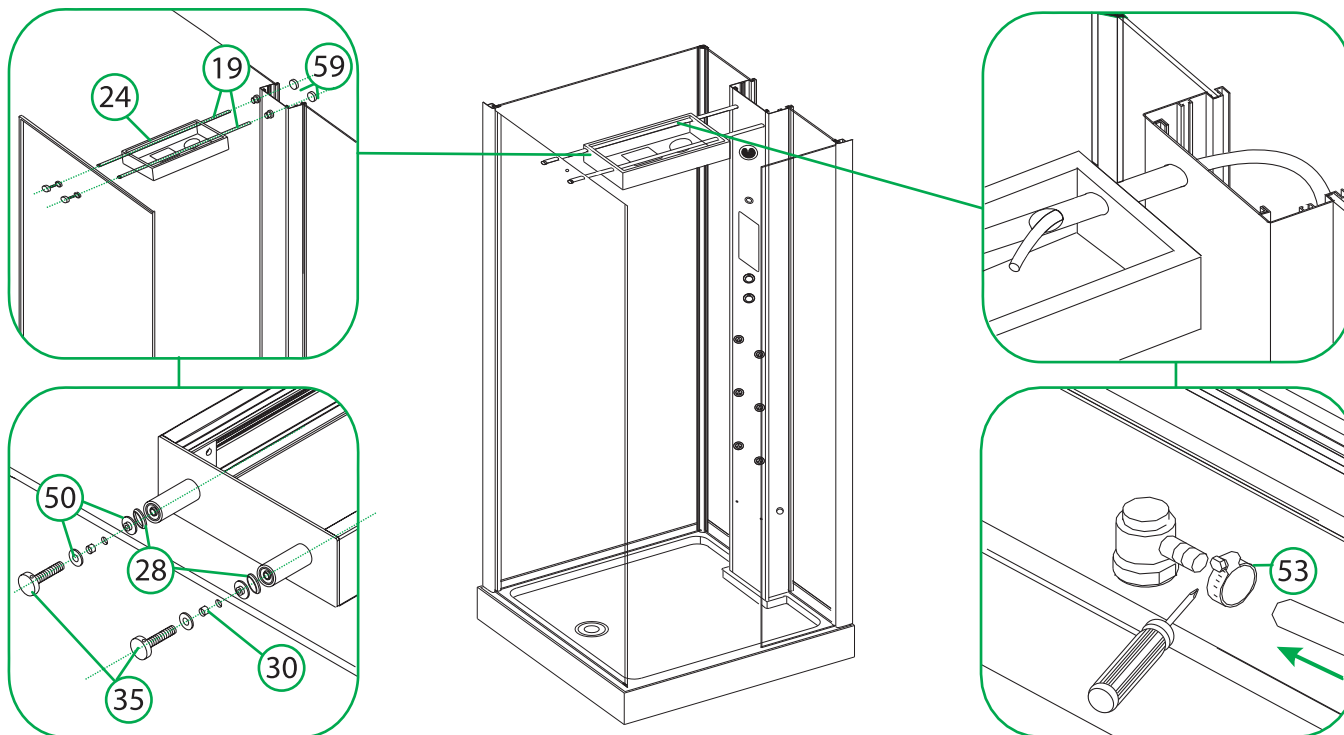

Рис. 8 / 8-сур.
6. Установите корпус верхней душевой лейки, подключите верхнюю лейку к смесителю (рис. 8). Подключите вытяжной вентилятор к электронному блоку управления.